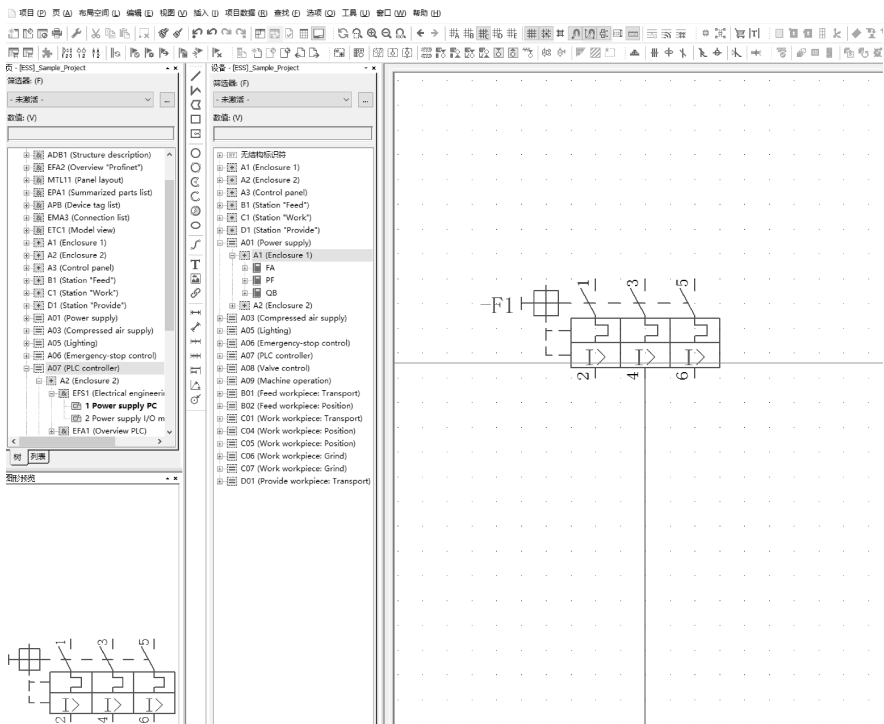

图 1-4 面向对象的设计
2) 面向对象的设计：首先在导航器中预定义对象数据（如设备数据），然后再根据项目需要，通过“拖拉式”将所选取的对象放在相应的原理图或者其他图纸中，如图 1-4 所示。